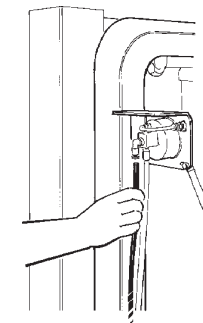

fig.43
- Collegare il **tubino dell'aria** al raccordo rapido, inserendolo nell'apposito foro (fig.43).
- Connect the small air hose to the quick connector, inserting it into the relevant hole (fig.43).
- Lier le **tuyau de l'air** au raccord rapide, en l'insérant dans le trou spécial (fig.43).
- Das **Luftschlächlein** durch Einführen in die entsprechende Öffnung mit dem Schnellanschlußstück verbinden (Abb. 43).